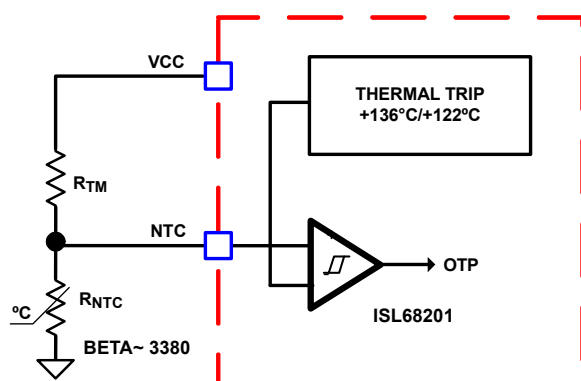
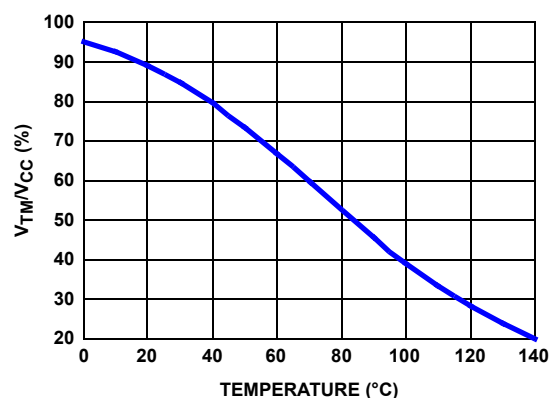

図 16. サーマル・モニタリングおよび保護のブロック図
図 18. 推奨部品における TM 電圧と NTC 温度との比率
サーマル・モニタリング機能ブロックの図を、18 ページの図 16 に示します。NTC 抵抗を、電力レギュレータ VR の該当電力ステージの近くに配置し、動作温度を検出する必要があります。また、NTC ピン用の電圧分割器を形成するため、プルアップ抵抗が必要です。電力ステージの温度が上昇すると、NTC の抵抗が減少し、NTC ピンの電圧が低下します。18 ページの図 18 は、推奨される 10kΩ NTC (Murata 製、P/N : NCP15XH103J03RC、 $\beta = 3380$) および 1.54kΩ の抵抗 RTM を使用する一般的な設計について、温度と TM 電圧との関係を示したものです。正確な温度補償を行うため、これらの抵抗の使用をお勧めします。内部のサーマル・デジタル・コードはこれら 2 つの成分に基づいて生成されるためです。異なる値を使用する場合、温度係数を 3380 に近くし、それに応じて RTM をスケールリングする必要があります。たとえば、NTC = 20kΩ ($\beta = 3380$) の場合、RTM は $20\text{k}\Omega / 10\text{k}\Omega * 1.54\text{k}\Omega = 3.08\text{k}\Omega$ です。
V_{CC} 電圧に基づいて、ISL68201 は NTC ピンの電圧をデジタル信号に変換し、温度補償を行います。ISL68201 の非線形 A/D コンバータにより、NTC デジタル信号は NTC の温度に正比例します。正確な温度補償を行うには、実際の設計において NTC 電圧と NTC 温度との比率を 図 18 に示すように設定する必要があります。
1. NTC ピンの電圧分割器を、NTC 電圧と温度との曲線が、18 ページの図 18 の推奨曲線と一致するよう、適切に選択します。
18 ページの図 16 に示すように、NTC ピンの電圧を設定済みのスレッシュホールドと比較するため、ヒステリシス付きのコンパレータがあります。NTC ピンの電圧が V_{CC} 電圧の 22.31% より低いとき (通常は +136 °C)、過熱保護 (OTP) がトリガされ、ISL68201 をシャットダウンします。NTC ピンの電圧が V_{CC} 電圧の 27.79% を超えたとき (通常は +122.4 °C)、ISL68201 は通常の動作を再開します。OTP フォルトが宣言されたとき、コントローラは LGATE および UGATE のゲートドライバ出力を強制的に LOW にします。